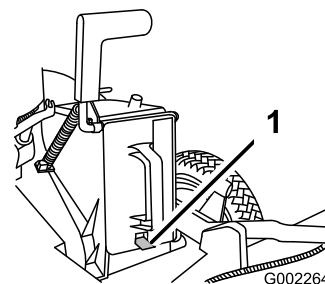

Figura 5
3. Inserte el tapón hasta el fondo, hasta que el clip en la parte inferior del tapón se enganche, fijando el tapón firmemente en el conducto de descarga (Figura 5).